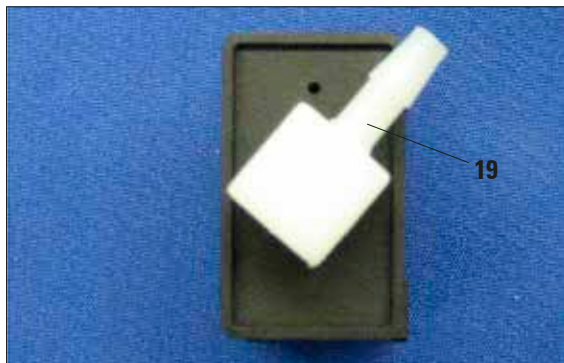

Fig. 28
Lorsque deux stations de lavage doivent se trouver à côté l'une de l'autre, le raccord (19) de la station de gauche devra être orienté comme indiqué sur la fig. 28.